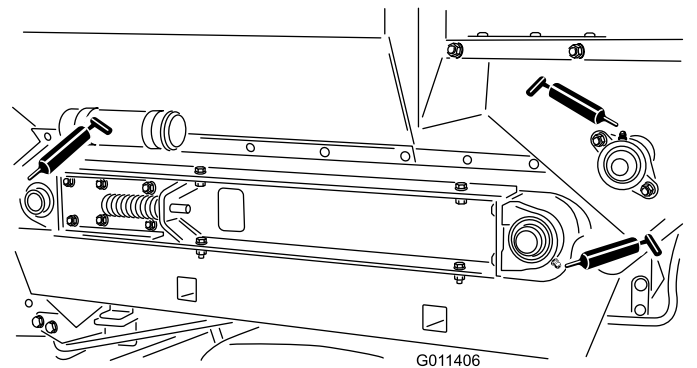

Figura 21
Los puntos de engrase (**Figura 21**) y las cantidades necesarias son: Cojinetes de los ejes de los rodillos (4) y cojinete del eje del cepillo (1).